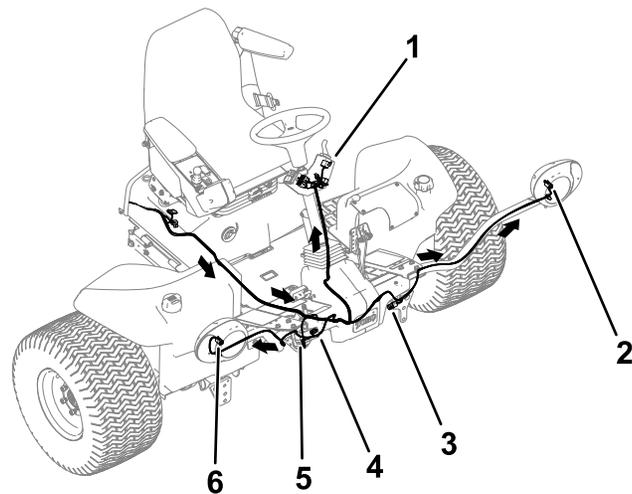

Figura 20
- Avvitate ciascun connettore del cablaggio nella relativa staffa delle luci e collegatelo al faro (Figura 20).
- Collegate il filo del cablaggio preassemblato con i 2 connettori all'avvisatore acustico (Figura 20).
- Collegate i connettori del cablaggio preassemblato del kit luci ai fari della copertura (Figura 20).
- Disponete l'estremità anteriore del cablaggio preassemblato sotto la pedana dell'operatore nella parte anteriore della macchina (Figura 20).
8. Disponete il cablaggio elettrico dirigendolo verso il gruppo della staffa del piantone sul piantone stesso (Figura 20).